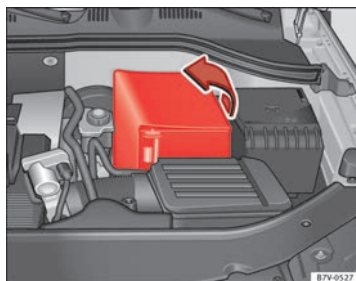

Fig. 177 Nel vano motore: Estrarre il manicotto della batteria del veicolo.
- *Nel caso di un manicotto:* togliere la copertura tirando da un lato ⇒ fig. 177.